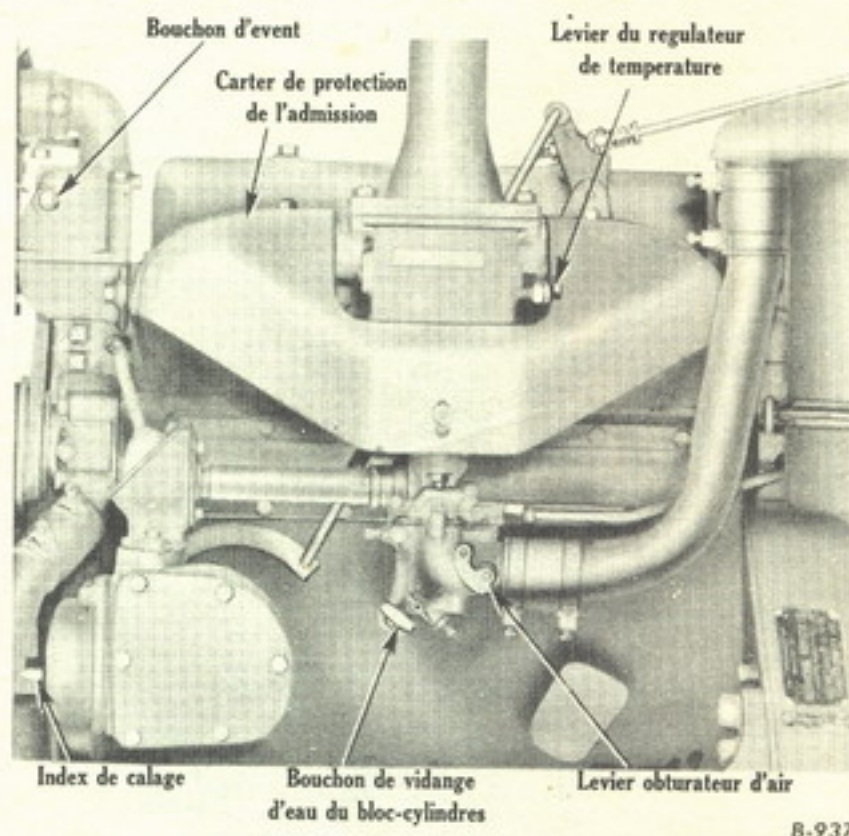

Figure 3
(2) Fermez le volet obturateur d'air du carburateur en tirant de toute sa course le levier de ce volet vers l'arrière du moteur (*voir figures 3 et 18*).
Ouvrez à moitié le volet obturateur d'air du carburateur (*voir figures 3 et 18*) et tournez le moteur à la manivelle, par vigoureux quarts de tour de bas en haut, jusqu'au démarrage.